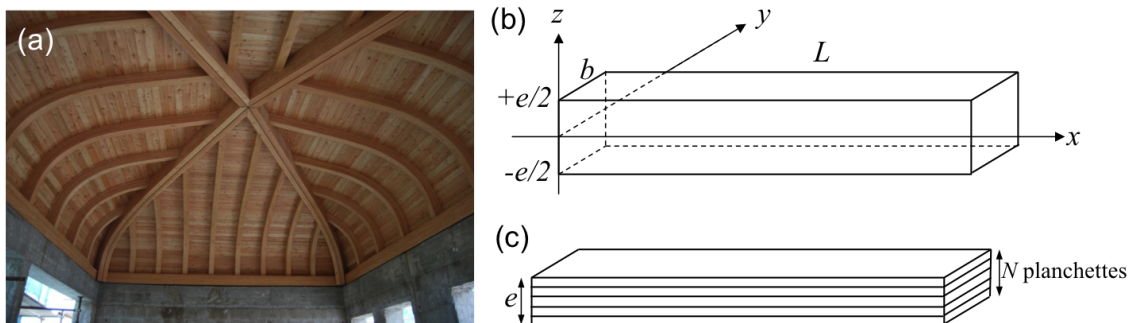

FIGURE 1 – (a) Charpente en lamellé–collé. (b) Schéma d'une poutre en bois massif et notations. (c) Schéma d'une poutre en lamellé–collé.
Pour obtenir des structures comme celles de la figure 1(a), il faut courber des poutres de bois. Pour cela, on utilise des poutres en lamellé–collé, c'est-à-dire formées de fines planchettes de bois collées les unes sur les autres. Le but de cet exercice est de montrer pourquoi on préfère le lamellé–collé au bois massif.
- (a) I_m pour une poutre en bois massif d'épaisseur e (Fig. 1(b))
- (b) I_p pour une planchette d'épaisseur e/N utilisée pour fabriquer la poutre de lamellé-collé (Fig. 1(c)).